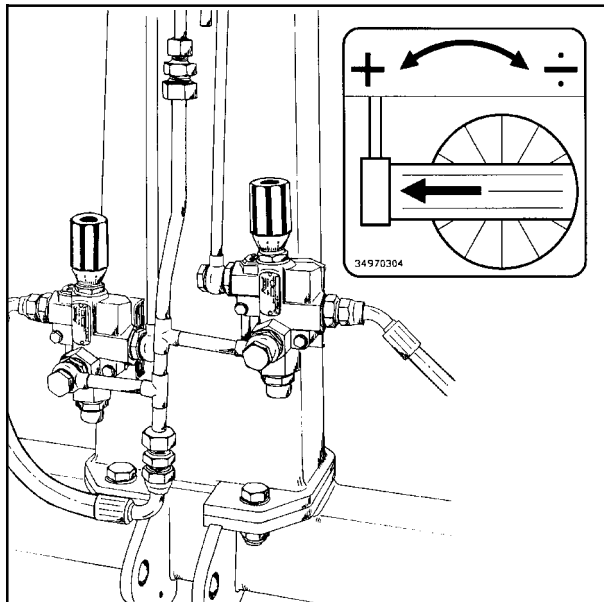

Fig. 8-1
8.2 Ventilen som sitter til høyre, skal benyttes til å justere hastigheten på sveivarmen. (Se fig. 8-1).